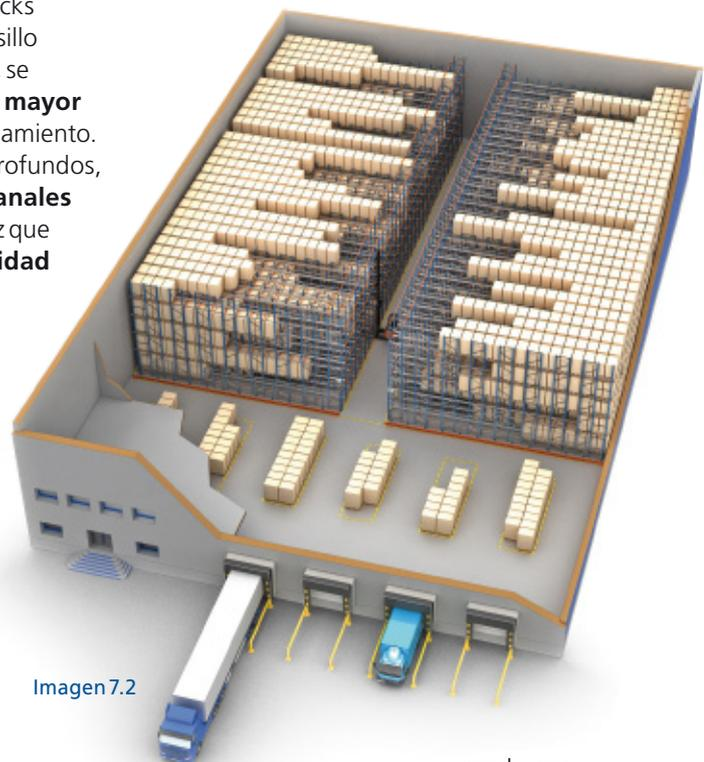

Imagen 7.2
- ✓ Si se opta por instalar racks a ambos lados de un pasillo de trabajo (imagen 7.2), se conseguirá un **número mayor de canales de almacenamiento**. Éstos, aunque menos profundos, permitirán tener **más canales por referencia**, a la vez que **incrementar la capacidad efectiva**.